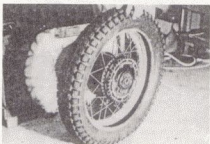

Bild 241
- Man stellt nun zunächst die Felge mit dem in Frage kommenden Felgenhorn «in den Reifen hinein». Dadurch hat der Wulst schon auf etwa $\frac{1}{3}$ seiner Länge Platz im Tiefbett genommen (Bild 241).